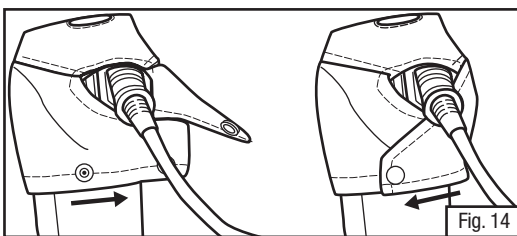
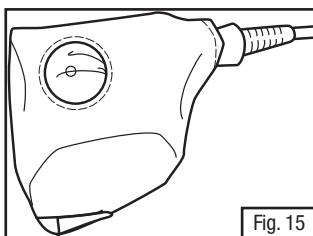

Fig. 14
Fig. 15
7. Con el cable de corriente bien conectado y el ventilador con motor corriendo, vuelva a posicionar la lengüeta superior de la funda sobre el adaptador y batería, y abróchelas en su lugar, para hacerlo necesitará entrelazar cada lado de las lengüetas superiores (Fig. 14). Asegúrese que la luz indicadora del adaptador se vea a través de la ventana transparente en la parte superior de la funda (Fig. 15).